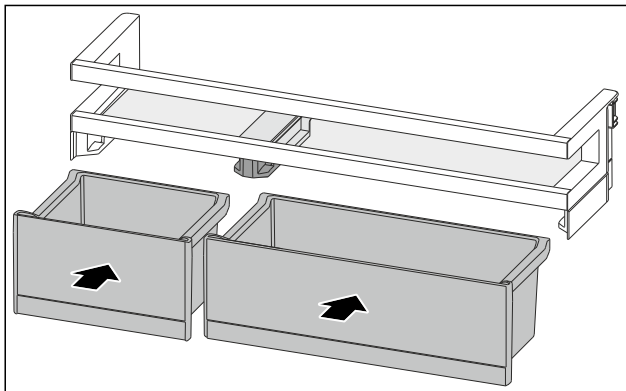

Fig. 90
- ▶ Helyezze be a VarioBoxokat a megcserélt sorrendben. (lásd Fig. 90)